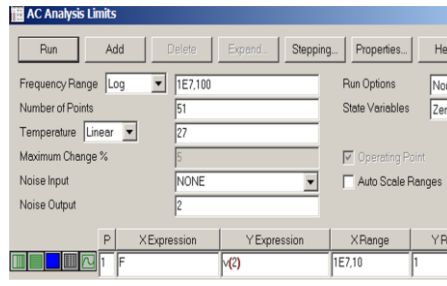

Рис. 6.6
2. Выполните моделирование. Получите передаточную характеристику $U_{\text{ВЫХ}} = f(U_{\text{ВХ}})$ в режиме DC. . Определите по характеристике коэффициент усиления решающего усилителя. (рис. 6.6). Наиболее детально исследуйте зависимость в области нуля, определите погрешность $\Delta U_{\text{ВЫХ}}$ при $U_{\text{ВХ}} = 0$, а также $\Delta U_{\text{ВХ}}$ при $U_{\text{ВЫХ}} = 0$.